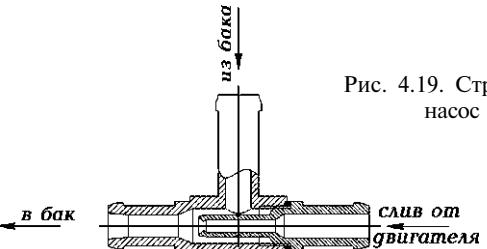

Рис. 4.19. Струйный насос
*Насос струйный* (рис. 4.19) предназначен для принудительной перекачки топлива из левого бака в правый.